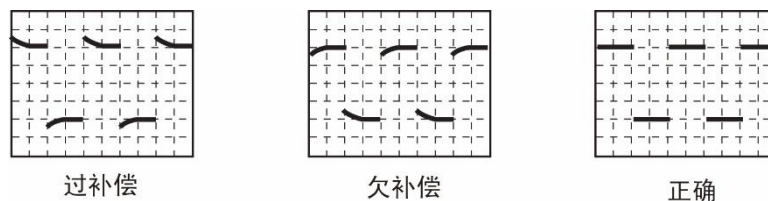

图 5.4 探头补偿信号
(3) 接入探头补偿端信号后，点击【Auto Setup】一键捕获波形，此时屏幕上可能会出现图5.4所示三种波形其中一种，探头补偿端方波幅值约为3.0V，频率为1KHz。
为何会出现如图 5.4 所示的过补偿和欠补偿现象。原因是没有对探头进行低频补偿调节，使用任一无源探头与示波器首次相连均须进行低频补偿，以便与示波器通道的输入特性匹配，否则可能导致显著的测量误差。以标配的 500M 无源探头 ZP1050 为例说明低频补偿步骤。
- (2) 波形在屏幕上显示 2~3 个信号周期且信号所占垂直刻度为 2 至 6 格。可以在示波器的屏幕上看到如图 5.4 所示三种波形其中的一种，若出现过补偿和欠补偿现象则需要进行探头的低频补偿调节。